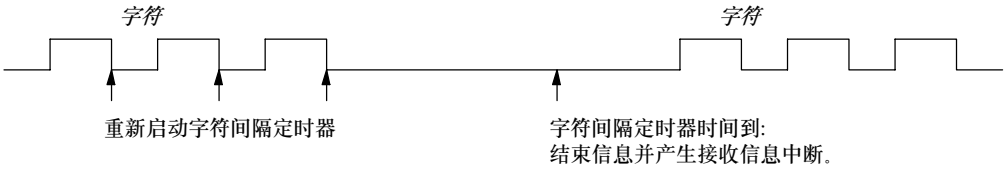

图6-12 使用字符间隔定时器来结束接收指令
- 2. **字符间隔定时器：**字符间隔时间是指从一个字符的结尾（停止位）到下一个字符的结尾（停止位）之间的时间。如果两个字符之间的时间间隔（包括第二个字符）超过了SMW92或者SMW192中指定的毫秒数，接收信息功能结束。接收到字符后，字符间隔定时器重新启动，见图6-12。